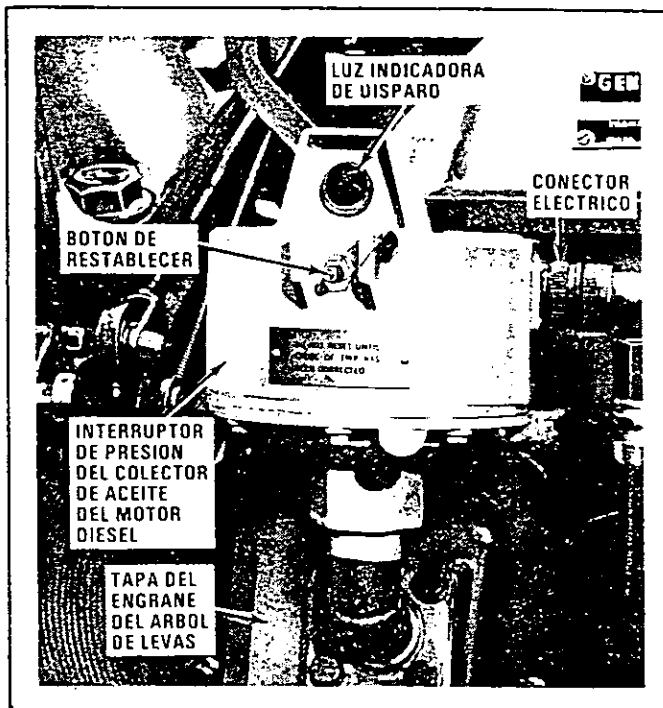

Figura 71. Interruptor de presión del cárter.
- Es de suma importancia su correcta operación ya que protege al motor diesel de una sobre presión en el cárter, accionándose cuando aumenta la presión de 1.9 a 2.1 pulgadas de agua (ver figura 71).